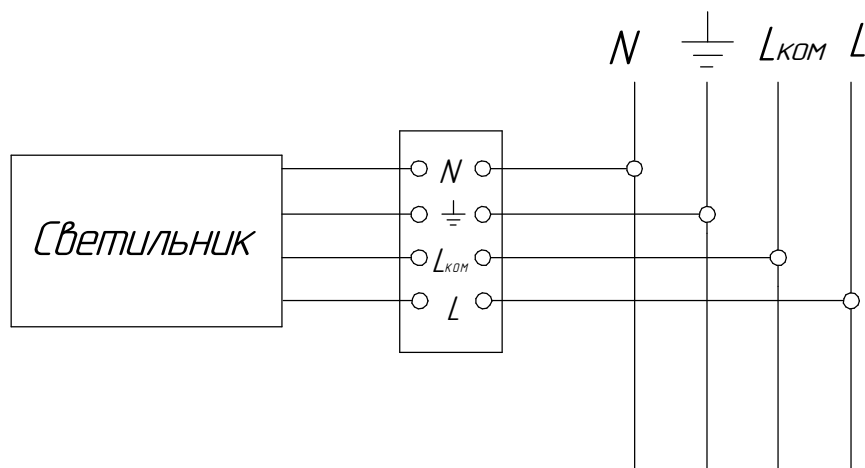

Рисунок 3.Схема подключения светильника с БАП к сети
6.5 Подключите светильник к питающей сети согласно рис. 2 (рис.3 для светильника с БАП).